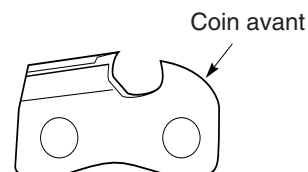

Figure 23 - Arrondir le coin avant du limiteur de profondeur
3. Retirer l'outil. Avec la lime plate, arrondir le coin avant du limiteur de profondeur. (Voir la figure 23).